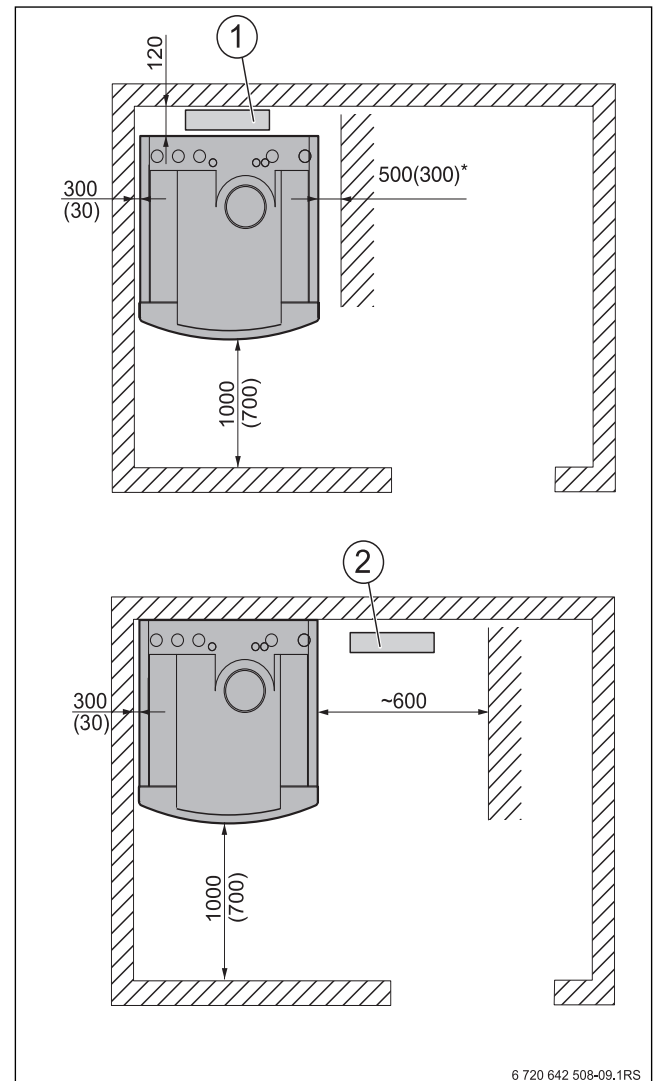

Bild 11 Empfohlene Wandabstände, in Klammern Mindest-Wandabstandsmaße (in mm)
- ▶ Mindesthöhe (→ Tabelle 4, Seite 7) und Mindest-Wandabstände im Aufstellraum (→ Bild 11) einhalten.